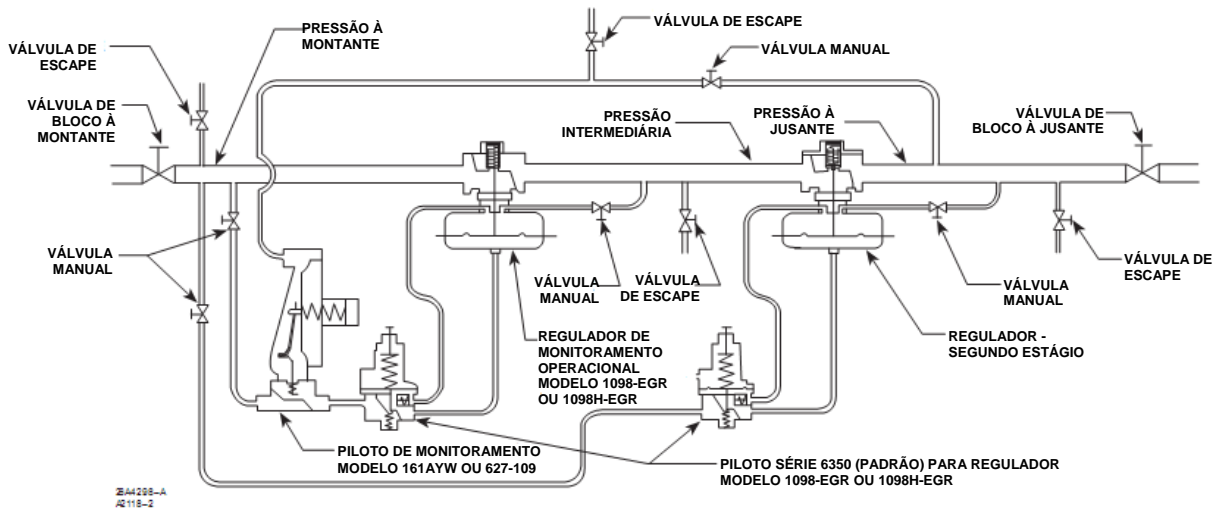

Figura 7. Instalação Típica de Monitoramento Operacional
Monitor Operacional (Figura 7)
2. Instale outra linha de controle de pressão à jusante. Instale também uma válvula manual (Figura 7) no piloto de monitoramento conforme manual de instruções do piloto de monitoramento. Instale uma linha de controle de pressão NPT de 1/2-pol. e uma válvula manual saindo da tubulação de pressão intermediária e chegando ao regulador de monitoramento operacional. A pressão de abastecimento da tubulação entre o piloto de monitoramento e o regulador de monitoramento operacional deve estar de acordo com o manual do piloto de monitoramento.
Certifique-se nas instalações de monitoramento operacional (Figura 7) de que o regulador operacional de segundo estágio está ajustado para operar a uma pressão menor que a do regulador de monitoramento operacional Modelo 1098-EGR ou 1098H-EGR. Para fazer isso, aumente o ajuste do piloto de monitoramento até que o piloto operacional assuma o controle da pressão intermediária e o regulador operacional de segundo estágio também assuma o controle da pressão à jusante. Se este procedimento não for realizado, o piloto de monitoramento tentará assumir o controle da pressão à jusante.
- b. Instale uma tubulação especial (não exibida na Figura 7) de forma que o piloto de monitoramento possa detectar a pressão intermediária. A pressão intermediária será detectada pelo piloto de monitoramento como se ela fosse uma pressão à jusante aumentada, e ele poderá controlá-la e reduzi-la. Ajuste o piloto de monitoramento até que a pressão à jusante de emergência desejada seja alcançada no estágio de pressão intermediária. Depois, feche lentamente a tubulação especial e então abra a linha de controle à jusante de monitoramento para uma operação normal.